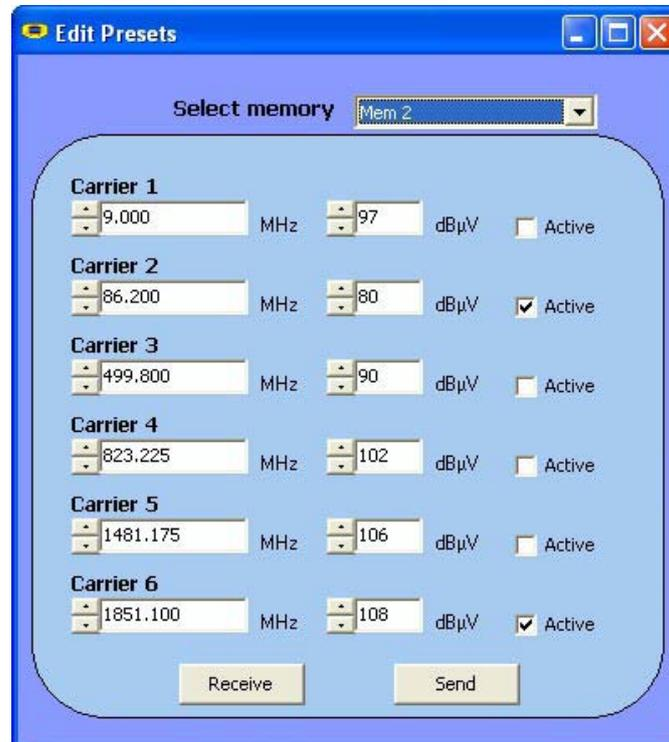

Figure 12.- Edition des **PRE-REGLAGES**.
- Modifier les pré-réglages:** Il permet de définir les paramètres des six signaux pilotes (Voir la Figure 12.) et de les sauvegarder groupées dans l'une des 8 mémoires disponibles.